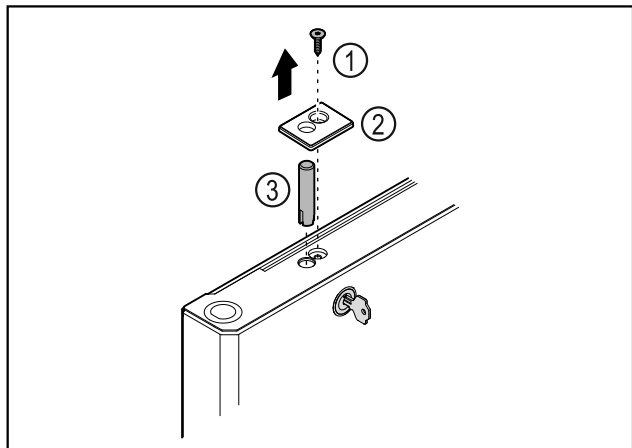

Fig. 43
- Hiqni vidën Fig. 43 (1).
- Nxirrni nga foleja kapakun mbulues Fig. 43 (2) me një kaçavidë të vogël dhe hiqeni.
- Nxirrni jashtë kunjin e bravës Fig. 43 (3).